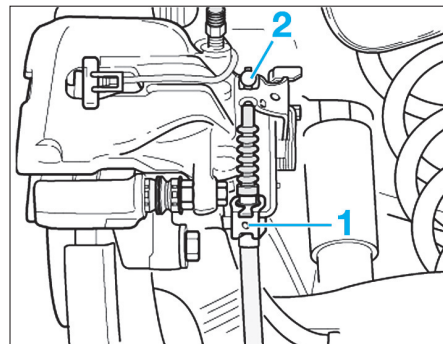

Fig. 20
- Dégrafer l'agrafe-ressort (1) (Fig.20).
- Désaccoupler le câble de frein de stationnement (2) de l'étrier.